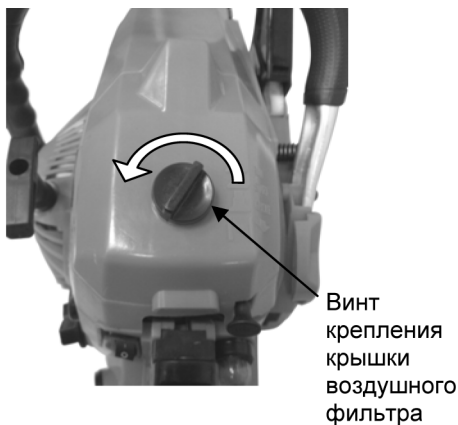

Рис. 14
1. Отверните руками против часовой стрелки винт крепления крышки воздушного фильтра и снимите крышку воздушного фильтра (рис. 14).
1. Отверните руками против часовой стрелке винт крепления крышки воздушного фильтра и снимите крышку воздушного фильтра (рис. 14).